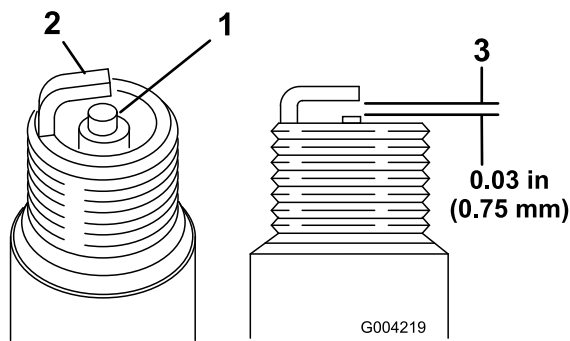

Figura 33
1. Mire la parte central de ambas bujías (Figura 33). Si se observa un color gris o marrón claro en el aislante, el motor está funcionando correctamente. Si el aislante aparece de color negro, significa que el limpiador de aire está sucio.
2. Compruebe la separación entre los electrodos central y lateral (Figura 33).
3. Si la distancia no es correcta, doble el electrodo lateral (Figura 33).